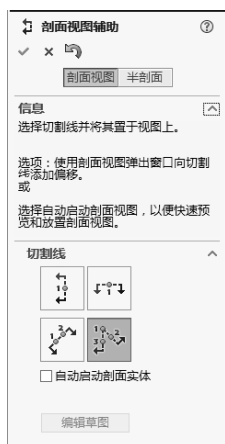

图 6-30 “剖面视图辅助”属性管理器
**03** 选择菜单栏中的“插入”→“工程图视图”→“剖面视图”命令，或者单击“工程图”控制面板中的“剖面视图”按钮 ，会出现“剖面视图辅助”属性管理器，如图 6-30 所示，单击“对齐”按钮，同时在视图中确定剖切线位置，并向外拖动放置生成的剖视图。最后在属性管理器中设置各参数，在“标号”图标  右侧文本框中输入剖面号“A”，取消“文